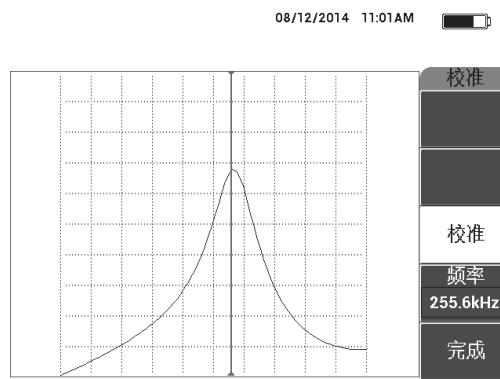

图 6-47 校准屏幕
6. 按**完成** (E 键) (参见第 145 页的图 6-47)。